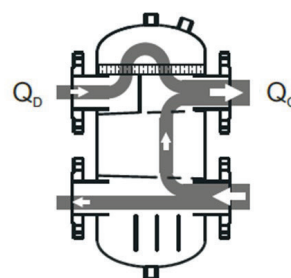

Fig 3
- Fig 3 – På grund av ökat värmebehov ökar flödet på sekundärsidan. Detta leder till minskad temperatur på primärsidan, vilket gör att värmekällan får signal om att öka effekten.